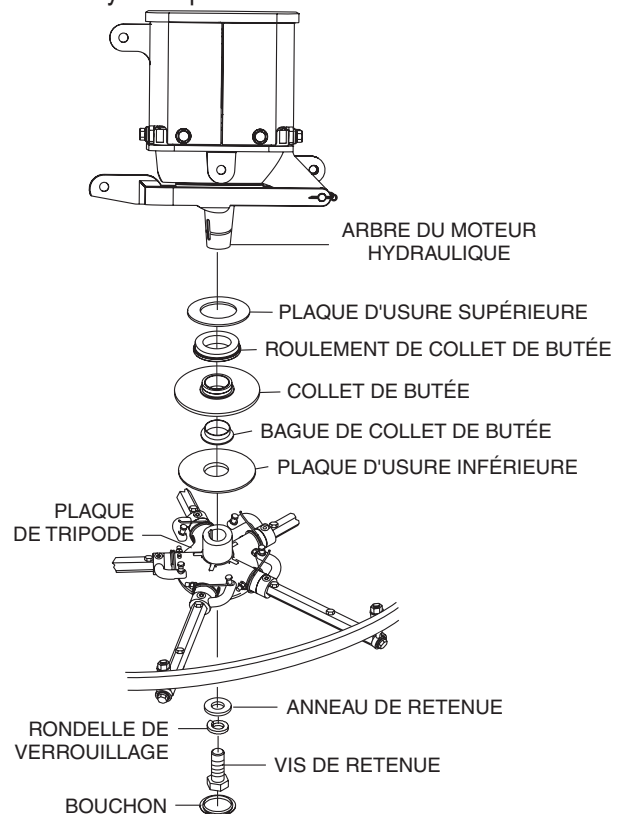

**Figure 35. Alignement correct de la plaque de tripode**
5. La figure 35 montre le bon alignement d'une plaque de tripode (comme à la sortie de l'usine).